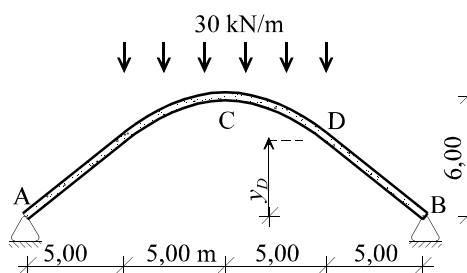

Figura 19
19) En la figura 19 se ha construido el arco antifunicular de la carga dada. Se pide: Calcular los esfuerzos en la clave  $C$ , la cota que ha de tener el punto  $D$  y el esfuerzo axial en el tramo  $BD$ .